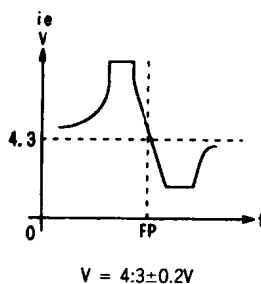

图 1-1-2
(2) 步骤。调整 L202 直到电压表显示“快速充电额定值”, 并获得如图 1-1-2 所示电压波形。